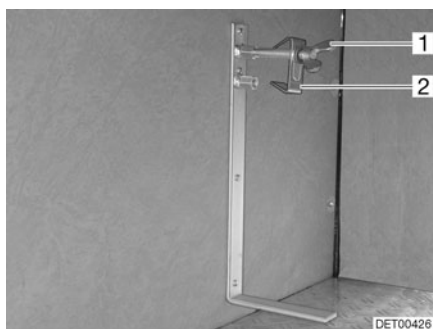

Fig. 197 Soporte para rueda de repuesto
- Soltar el tornillo (Fig. 197,1) y quitarlo junto con el centrado (Fig. 197,2).